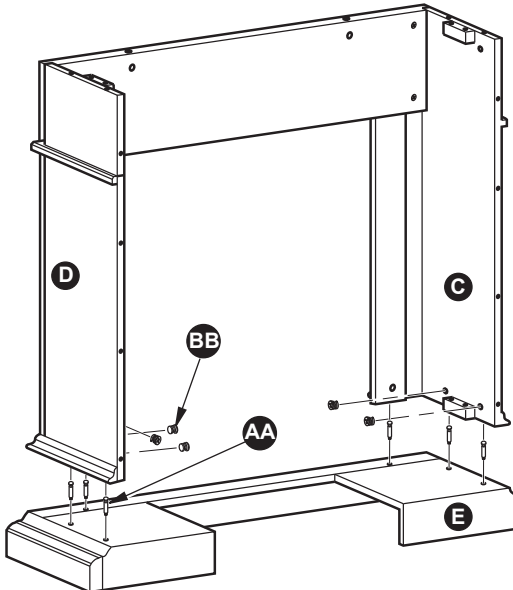

Figura 30
2. Inserte 6 cerrojo de levas (BB) en el panel lateral izquierdo (C) y el panel lateral derecho (D). Atornille 6 Espiga de levas (AA) en la base (E). Coloque la base (E) en el marco ensamblado apretando las Cerrojo de levas (BB) como se muestra en la Figura 30.